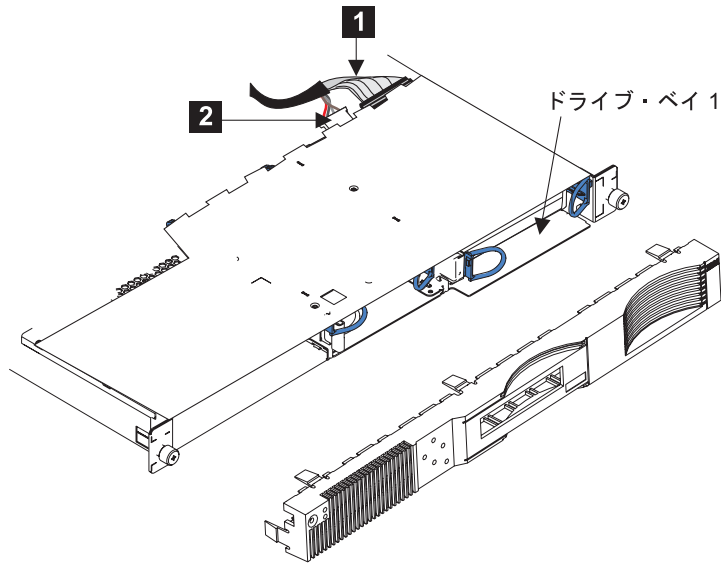

図 84. SAN ボリューム・コントローラー 2145-4F2 ディスク・ドライブ・ケーブルの取り外し
4. SCSI シグナル・コネクタ **1** と電源コネクタ **2** をディスク・ドライブの背面から切り離してから、ケーブルを取り外します。290 ページの図 84 を参照してください。